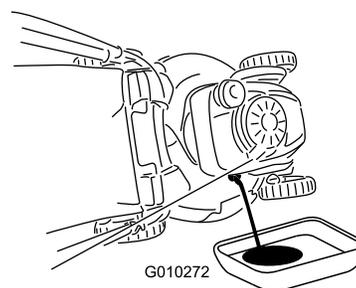

図 40
7. 補給口が下になるように機体を横倒しにして、補給口から出てくるエンジンオイルを容器に回収する 図 40。